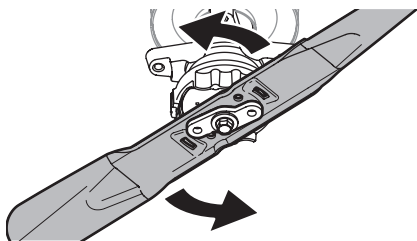

Figura 44
- Mientras sostiene el collarín en la posición hacia arriba, rote la cuchilla en sentido contrario a las agujas del reloj para liberarla del collarín. Consulte la Figura 44.